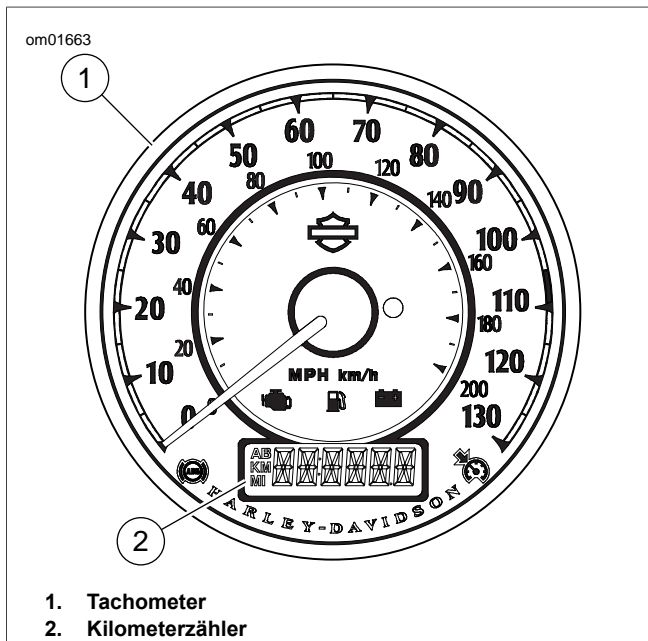

Abbildung 6. Instrumente
Siehe Abbildung 6. Der Tachometer (1) registriert die pro Stunde gefahrenen Meilen (nur US-Modelle), Kilometer (nur internationale Modelle) oder zeigt in bestimmten Märkten sowohl MPH als auch km/h an.
Siehe Abbildung 6. Das Kilometerzählerfenster (2) befindet sich in der Tachometer-Oberfläche.